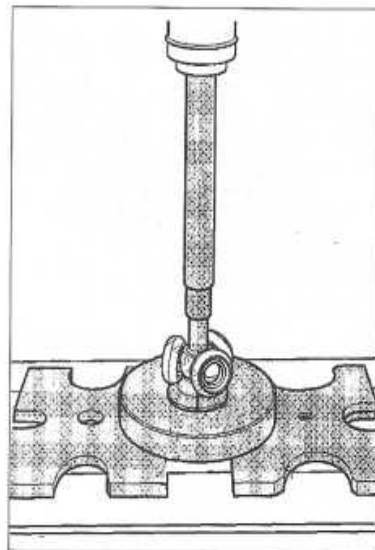

Figure 4-4
- À l'aide d'une presse, déposer les tripodes (figure 4-4).